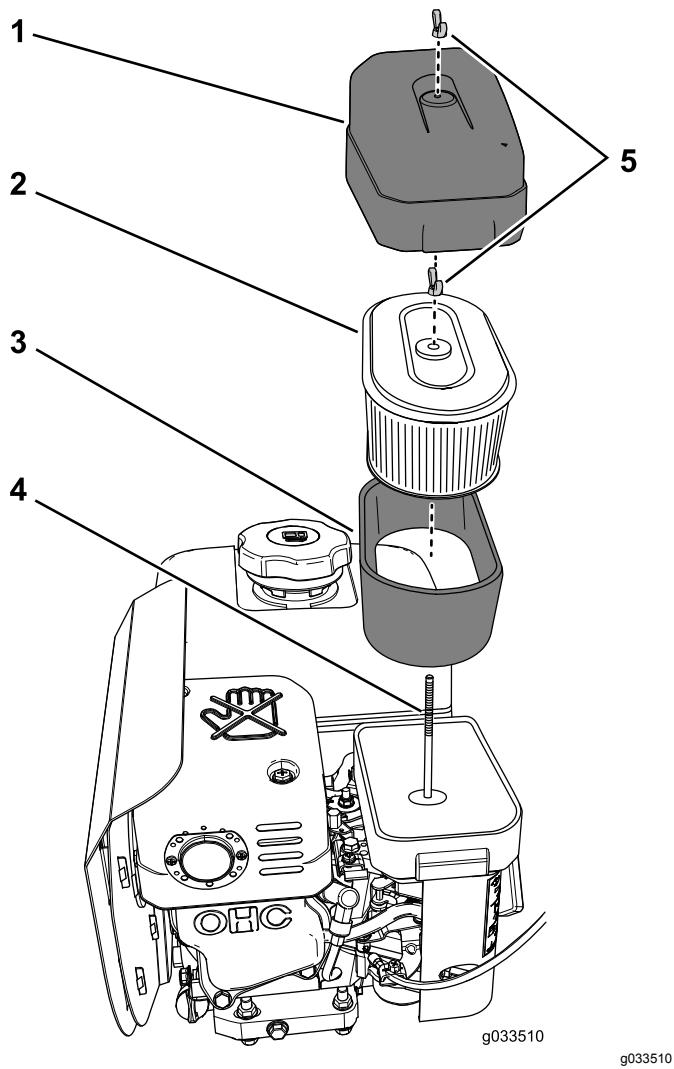

図 11
2. エンジン内部に汚れが落ちないように、まず、エアクリーナカバーの周囲をきれいに清掃する 図 11。
3. エアクリーナカバーの蝶ナットを左に回して取ってエアクリーナカバーを外す 図 11。
4. スポンジエレメントとペーパーエレメントを固定している蝶ナットを左に回して、これらのエレメントを固定ロッドから外す 図 11。
5. ペーパーエレメントフからスポンジエレメントを注意深く外す 図 11。
1. エレメントに破れや油汚れ、傷がないか点検する 図 11。
1. ペーパーエレメントに、注意深くスポンジエレメントを取り付ける 図 11。
2. ペーパーエレメントの上部プレートについている穴をキャブレターのロッドに合わせて入れる 図 11。
3. 蝶ナットでフィルタをキャブレターに固定する蝶ナット 図 11は ステップ4 スポンジエレメントとペーパーエレメントの取り外し \(ページ 11\)で外したものを使用する。
4. エアクリーナカバーについている穴を取り付けロッド 図 11に合わせてカバーをロッドに取り付け、ステップ3 スポンジエレメントとペーパーエレメントの取り外し \(ページ 11\)で外した蝶ナットで固定する。